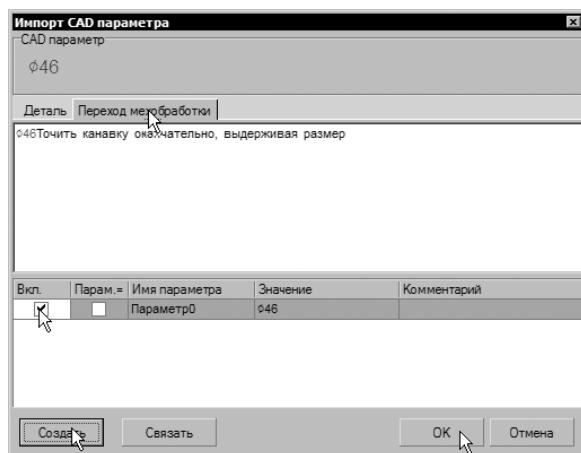

Рисунок 32
3. В открывшемся окне **Импорт CAD параметра** (рис. 32) перейдите на вкладку **Переход мехобработки**. Нажмите кнопку **Создать** и поставьте галочку в ячейке **Вкл.** Нажмите кнопку **OK**.